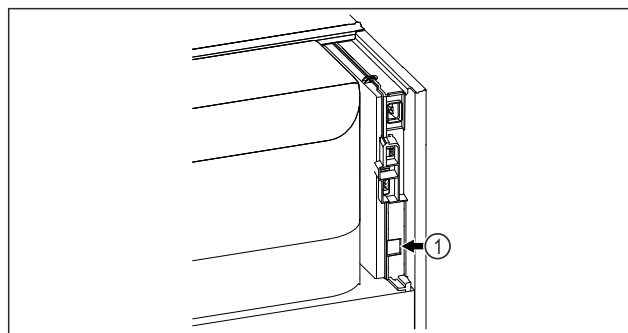

Fig. 100
- SmartModule Fig. 100 (1) установлен.